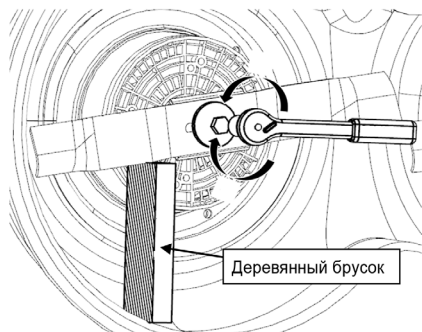

Рис. 19
- Чтобы предотвратить проворачивание, зафиксируйте нож, вставив деревянный брусок между ножом и декой газонокосилки (Рис. 19).